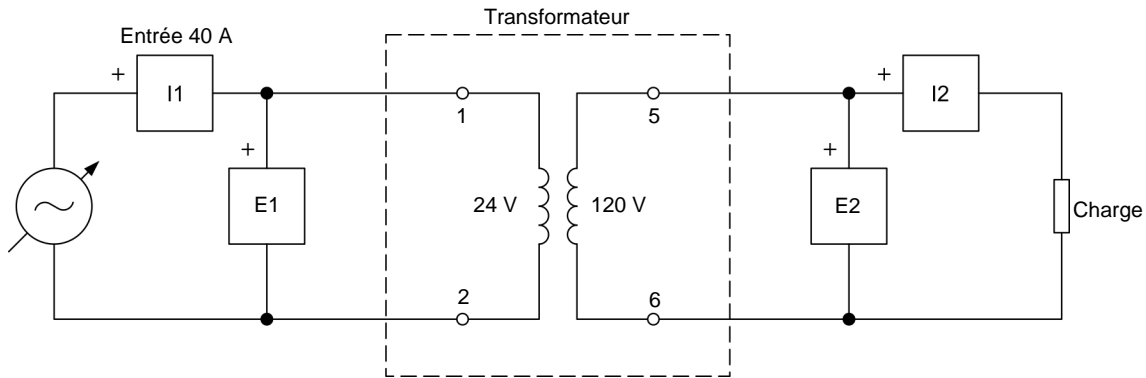

Figure 8. Transformateur élévateur de 120 VA connecté à une charge résistive.
20. Réglez le transformateur élévateur de 120 VA tel que montré dans la figure 8.